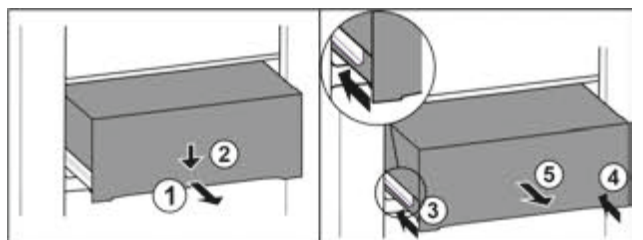

Fig. 70
- ▶ Витягніть ящик на половину. Fig. 70 (1)
- ▶ Спрямуйте висувний ящик вниз спереду. Fig. 70 (2)
- ▶ Вставте ліву рейку приблизно на 2 см. Fig. 70 (3)
- ▶ Вставте праву рейку приблизно на 2 см. Fig. 70 (4)
- ▶ Вийняти висувний ящик рухом вперед. Fig. 70 (5)